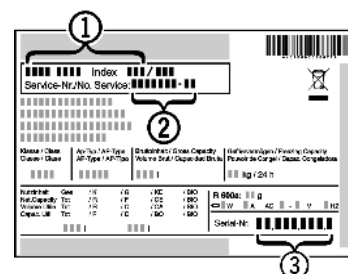

Fig. 10
- Наименование устройства Fig. 10 (1), сервисный № Fig. 10 (2) и серийный № Fig. 10 (3) считайте с заводской таблички. Заводская табличка находится внутри устройства слева.
- Обратитесь в сервисную службу и сообщите вид неисправности, наименование устройства Fig. 10 (1), сервисный № Fig. 10 (2) и серийный № Fig. 10 (3).